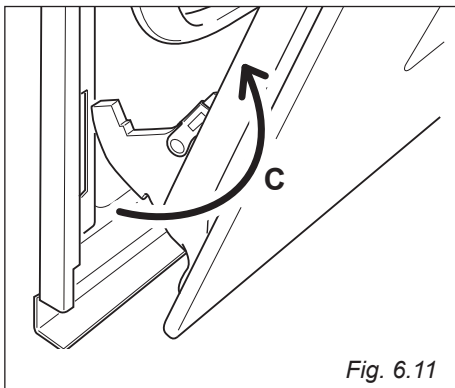

Fig. 6.11
- Estrarre i ganci delle cerniere (destra e sinistra) dal loro alloggiamento (freccia "C" - fig. 6.11).